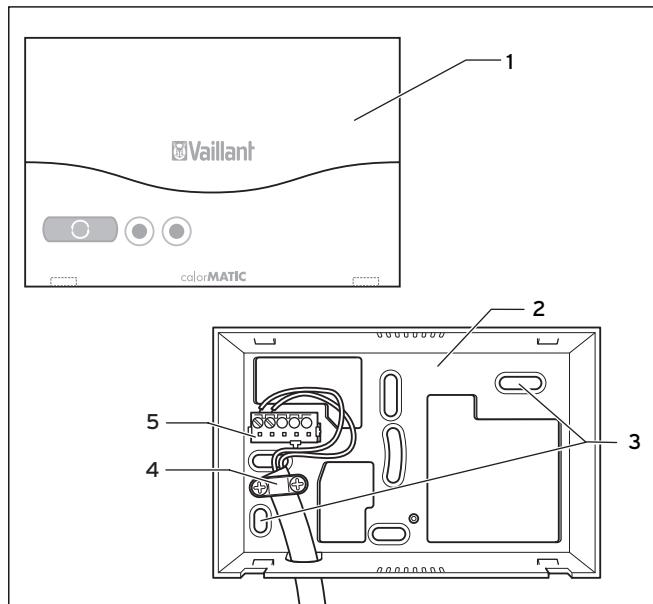

Abb. 4.1 Montage der Funkempfängereinheit
- ⇒ Schließen Sie das eBUS-Kabel an die Klemmleiste (1) des Wandsockels für die Funkempfängereinheit an.
- ⇒ Montieren Sie die Zugentlastung (4, Abb. 4.1).
- ⇒ Schließen Sie das eBUS-Kabel an die Klemmleiste des Heizgerätes (2) an.